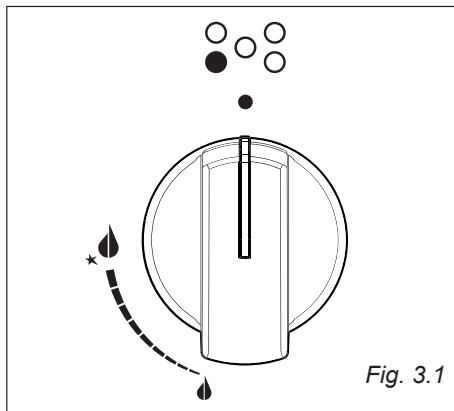

Fig. 3.1
L'afflusso del gas ai bruciatori è regolato da un rubinetto valvolato comandato dalla manopola di fig. 3.1.
- ✓ L'accensione elettrica è incorporata nelle manopole dei bruciatori e si identifica per il simbolo "★" vicino al simbolo "🔹" (fig. 3.1).